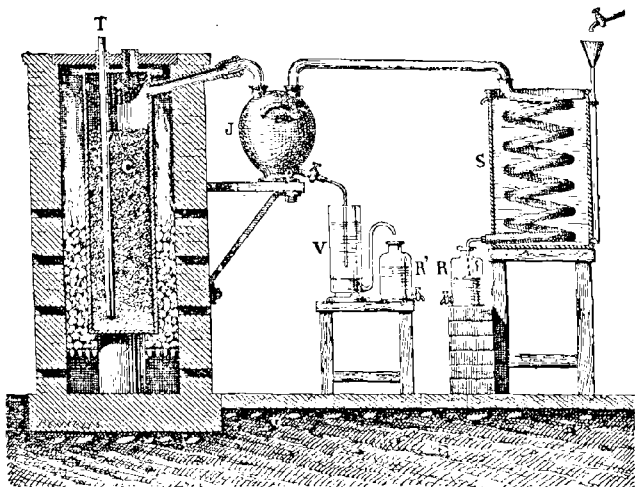

Fig. 51. Fabrication du sulfure de carbone.
**Préparation.** — Ce corps s'obtient en faisant arriver du soufre en poudre sur du charbon pulvérisé et porté au rouge dans une cornue; il se forme de la vapeur de sulfure de carbone, qu'on condense dans un réfrigérant (fig. 51).